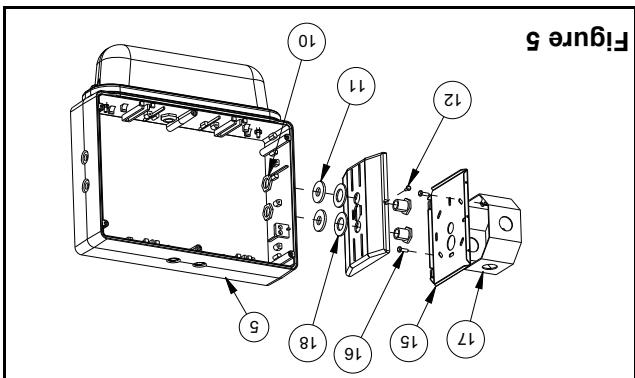

Figure 5
- i. Visser le pavillon au cadre à l'aide du raccord filtre. S'assurer que les joints d'étanchéité sont bien placés entre le pavillon et le cadre, et que les écrous soient à l'intérieur du cadre (voir fig. 5).
- k. Pour les modèles à double face: Assiez-vous avant de remettre en place le module électronique dans le pavillon à nouveau le diffuseur (9) en encançant la levre du diffuseur sous la levre du module et en visser le module électronique à nouveau à l'aide de deux vis supplémentaires. Pour les modèles à double face: Assiez-vous avant de remettre en place le module électronique à nouveau le diffuseur (9) en enclenchant la levre du diffuseur sous la levre du module et en visser le module électronique à nouveau à l'aide de deux vis supplémentaires.
- n. Détacher les 4 vis qui servent au montage du diffuseur (voir fig. 12). Pour les modèles à double face, il est important de noter que vous devrez enlever le cadre à l'aide de deux blocs de bois espacés d'un pouce maximum. Enlever les trous défonçables d'un coup sec à l'aide d'un et 5). Soutenir le cadre à l'aide du service avant de débrancher les deux vis de montage en bout (voir fig. 5), bien qu'étanche à l'eau, n'est pas nécessaire d'enlever tous les contacts avec le raccord filtre. Notez: les trous afin de permettre un bon contact avec le raccord filtre.